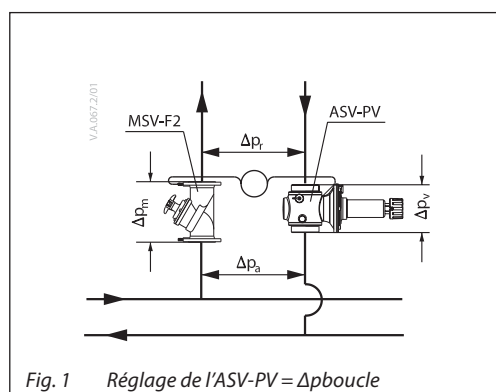

Fig. 1 Réglage de l'ASV-PV = Δp_{boucle}
- vanne associée à l'extérieur de la boucle de régulation (Fig. 1). Configuration recommandée : cela permet d'obtenir des performances inégalées, car toute la plage de pression régulée est disponible pour la boucle. La limitation de débit s'effectue sur chaque unité terminale dans la boucle.